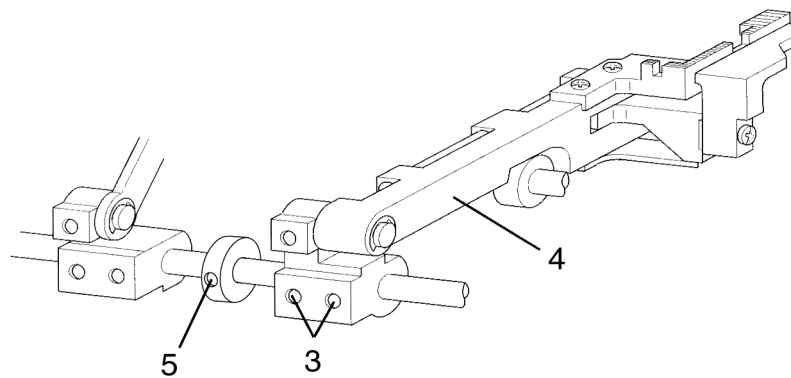

Рис. 6
- Слегка ослабьте оба крепежных винта 3 (рис. 6).